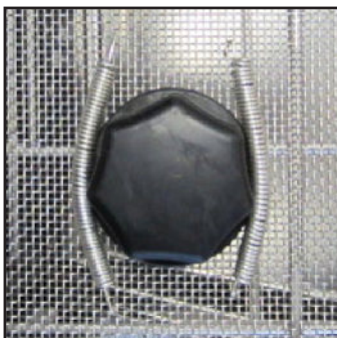

Figura 4-2 Capac al Butoanelor Așezat cu Fața în jos cu Arcuri din Oțel Inoxidabil în Coșul din Sârmă
5. Așezați capacele butoanelor în coșul de sârmă din mașina de spălat automată. Pentru a preveni acumulările de apă reziduală în capacele butoanelor, folosiți arcuri din oțel inoxidabil, coșuri din plastic sau dispozitive rezistente la coroziune pentru a le menține în poziție, pentru a rămâne cu capătul deschis îndreptat în jos pe durata ciclului de curățare, așa cum se arată în (Figura 4-2).